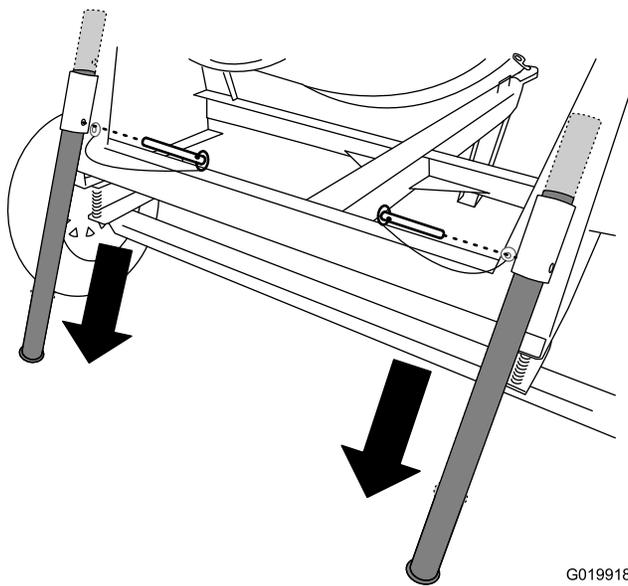

Figure 29
1. Sortez l'axe de chape de l'un des pieds stabilisateurs et du support (Figure 29).
2. Faites coulisser le pied stabilisateur vers le bas dans le support et alignez le trou du support et le trou supérieur du pied stabilisateur (Figure 29).
3. Poussez l'axe de chape dans le trou du support et du pied stabilisateur (Figure 29).